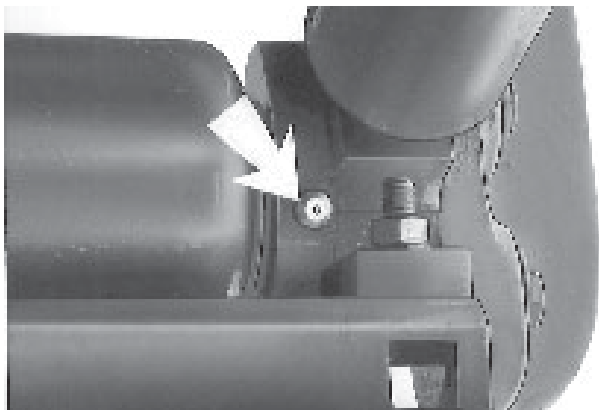

Fig.1
1. Smør bagrullerne (fig. 1) med Shell Darina R2-fedt eller tilsvarende fedt. Drej rollen konstant under smøringen.
1. Smörj bakre valsarna (fig. 1) med Shell Darina R2 fett eller likvärdigt. Roterar valsen kontinuerligt under smörjningen.